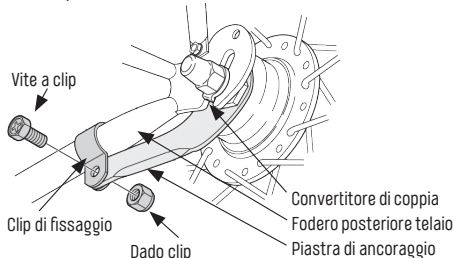

Fig. 3/31 Piastra di ancoraggio Fonte Shimano
- I freni a contropedale sono dotati di una piastra di ancoraggio ("Fig. 3/ Piastra di ancoraggio Fonte Shimano") che poggia sul fodero posteriore del telaio. Per garantire un funzionamento corretto la piastra deve essere fissata saldamente tramite i clip o direttamente sul fodero posteriore telaio.